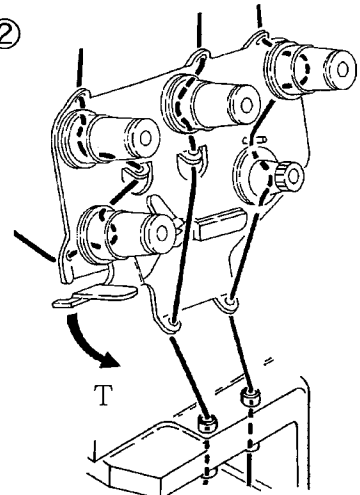

図6 TC装置
- (3) TC装置のレバーを地縫い調子(T方向)にする。(図6)